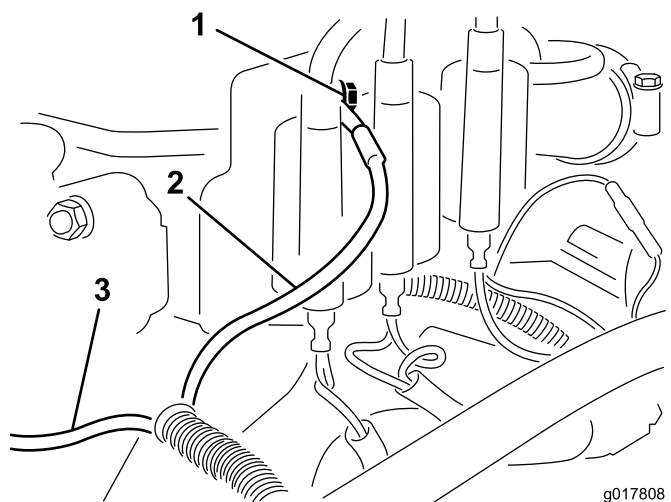

Figura 5
9. Conecte el cable negro del arnés de cables a masa, bien al motor con un perno, bien a otra masa apropiada (Figura 5).